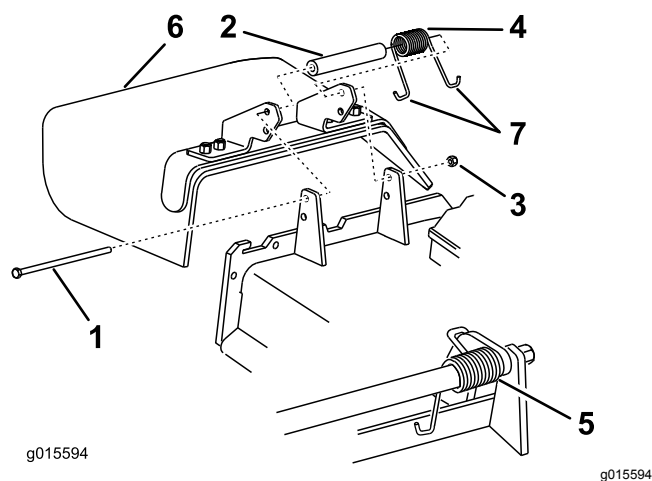

Figura 108
1. Togliere il dado di bloccaggio, il bullone, la molla e il distanziale che fissano il deflettore alle staffe orientabili del tosaerba (Figura 108).
2. Togliere il deflettore di sfalcio se è danneggiato o consumato (Figura 108).
Nota: Verificate che l'estremità a J della molla si trovi dietro il bordo del piatto di taglio prima di montare il bullone, come illustrato in Figura 108.
6. Infilate l'estremità a J della molla attorno al deflettore di sfalcio (Figura 108).